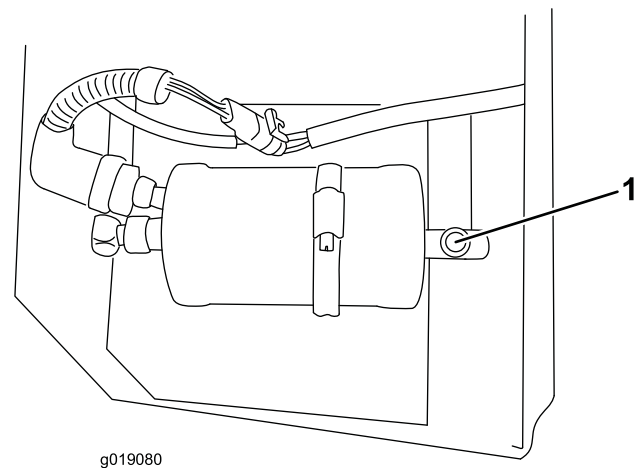

Figure 6
1. Contrôlez le niveau de frigorigène par le regard du réservoir collecteur (Figure 6).